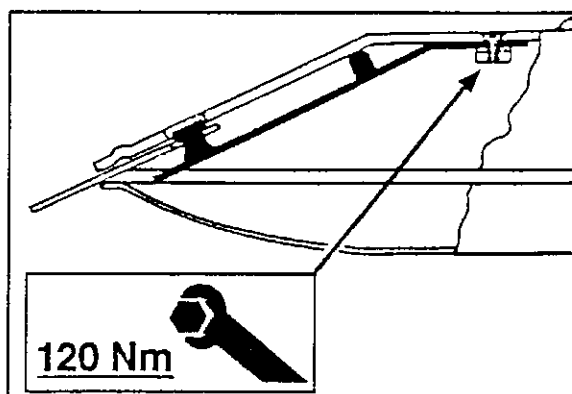

Fig. 4-38
- Fissare le molle a balestra nuove con una coppia di serraggio di 120 Nm (Fig. 4-38).